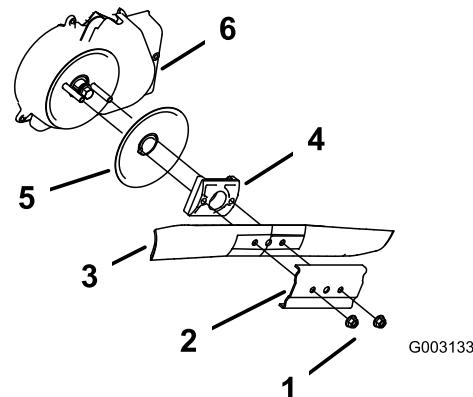

Bild 29
3. Entfernen Sie die beiden Messermuttern und die Verstärkung (Bild 29).
4. Entfernen Sie das Messer (Bild 29).
5. Entfernen Sie den Messermitnehmer und die Antiskalierscheibe (Bild 29).
6. Entfernen Sie das Schutzblech der Messerbremse (Bild 29).
10. Befestigen Sie das Messer und die Verstärkung mit den zwei zuvor entfernten Messermuttern (Bild 29).